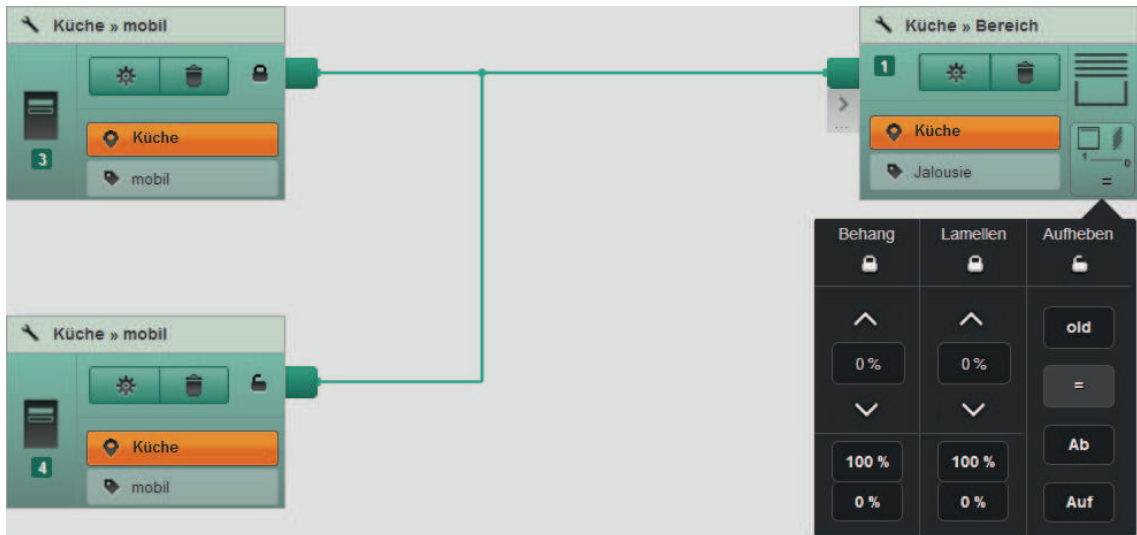

Bild 59: Aktorwerte für Aufruf und Aufheben der Sperrszene zuweisen
- Aktorwerte für Aufruf und Aufheben der Szene einstellen. Dazu auf die Erweiterung der Gerätekachel des Aktors klicken und Werte für Aufruf  und Aufheben  der Szene einstellen (Bild 59).